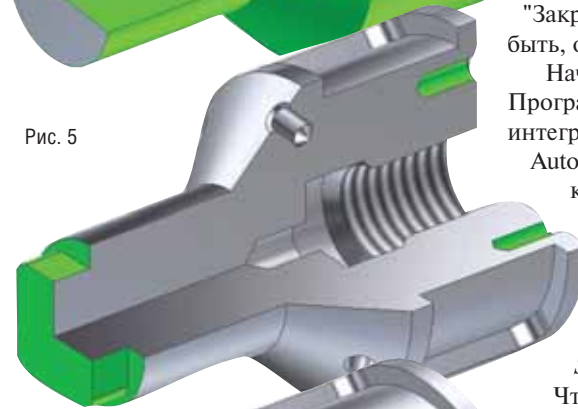

Рис. 6
- торцевое фрезерование и сверление (рис. 6);